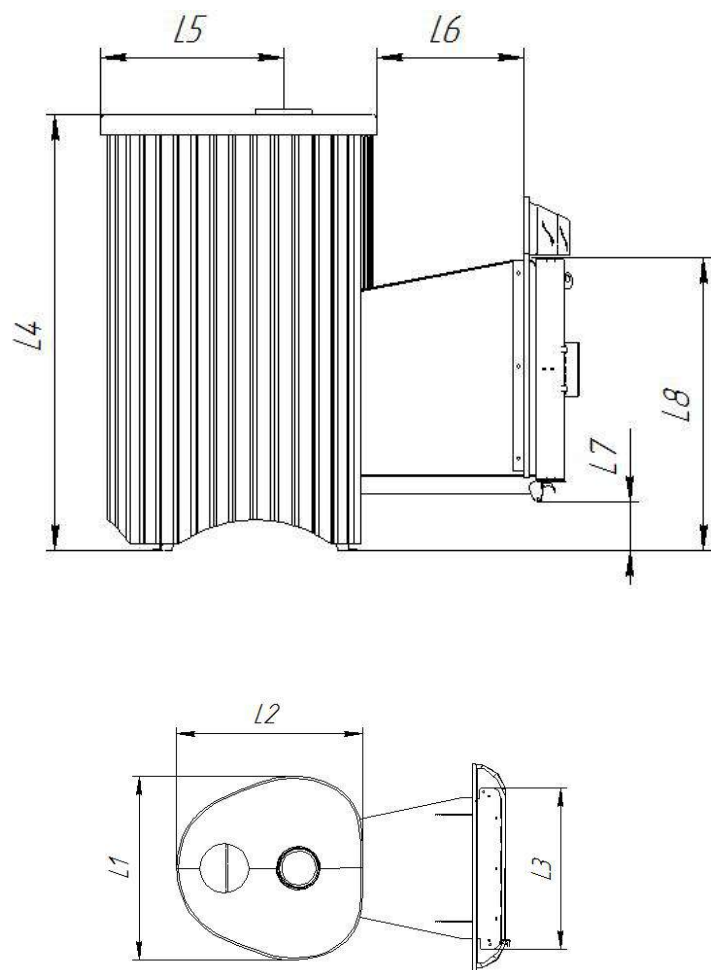

Рисунок 4.1. Общий вид печи, с нанесенными основными размерами
4.1. На рис. 4.1. показан общий вид печи с обозначенными основными размерами.
8.2.8. Для установки печи «сквозь стену» проделайте или заранее спроектируйте в стене отверстие с такими размерами, чтобы вокруг тоннеля оставалось с каждой стороны свободное пространство, примерно 40-50 мм (рис. 8.2.1). Необходимые для этого размеры печей показаны выше на рис. 4.1. и приведены в табл. 4.1.